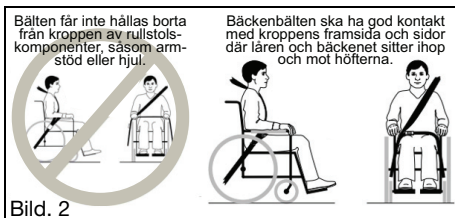

Bild. 2
- Montera användarens säkerhetsbälten i enlighet med tillverkarens instruktioner och RESNA WC-4, avsnitt 18 eller ISO 10542-1, del 1. (Fig. 2).
- Både bäcken- och axelbälten bör användas för att minska risken för att huvudet och bröstkorgen slår i fordonets komponenter. (Fig. 2).